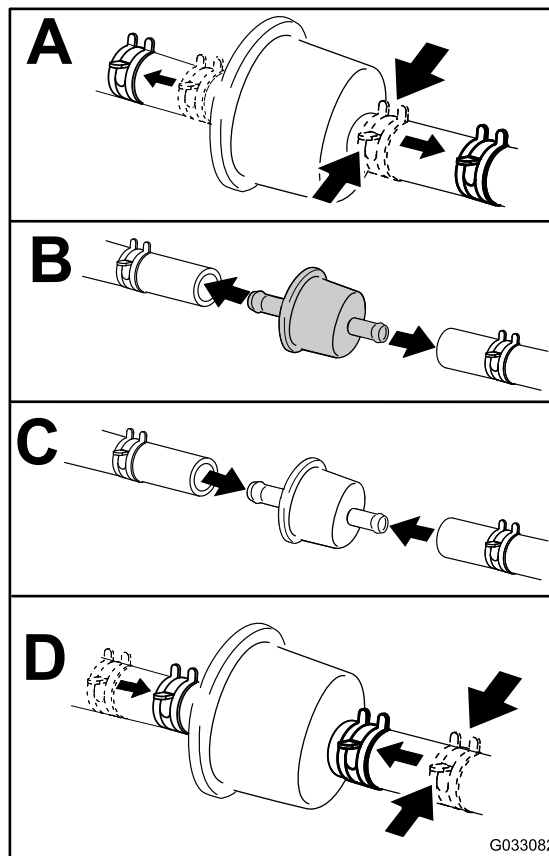

Bild 46
3. Tauschen Sie den Kraftstofffilter aus (Bild 46).